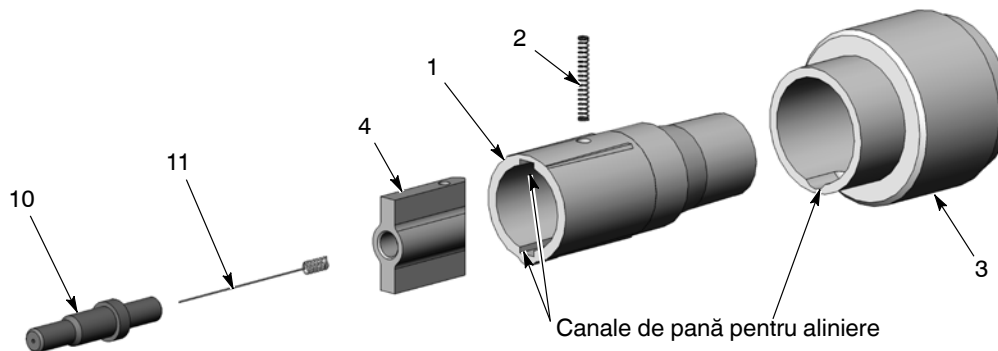

Figura 7-5 Înlocuirea manșonului suportului electrodului
- Suportul electrodului constă din elementele 1-4 prezentate în Figura 7-5.
- Ansamblul suportului (3) conține un rezistor. Dacă rezistorul nu funcționează corect, trebuie înlocuit întregul ansamblu.